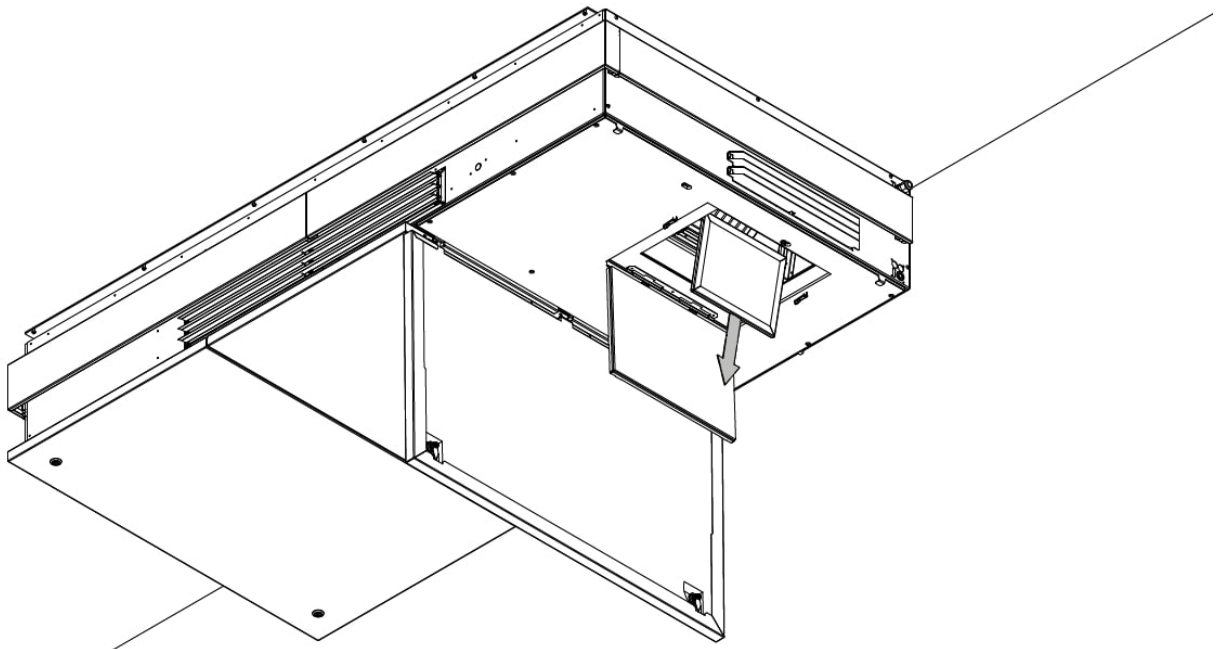
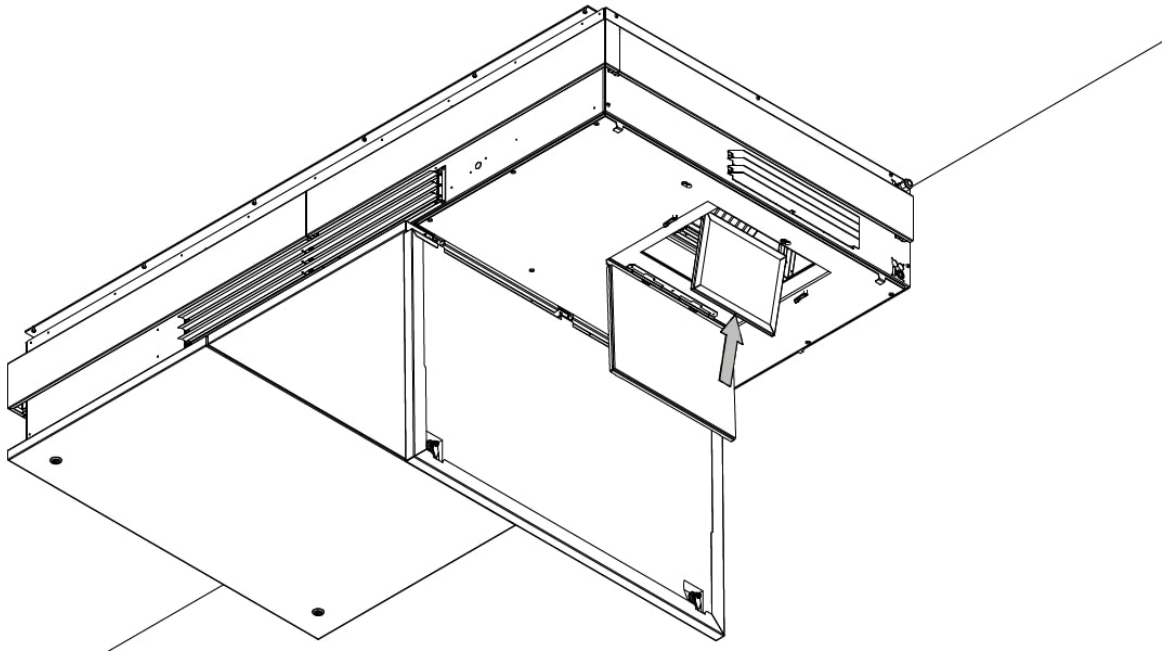

Abbildung 26: Herausnehmen des Grobfilters
Abbildung 27: Ersetzen des Grobfilters durch einen neuen
4. Nehmen Sie den Filter heraus und ersetzen Sie ihn durch einen neuen, siehe Abbildung 26 und Abbildung 27.